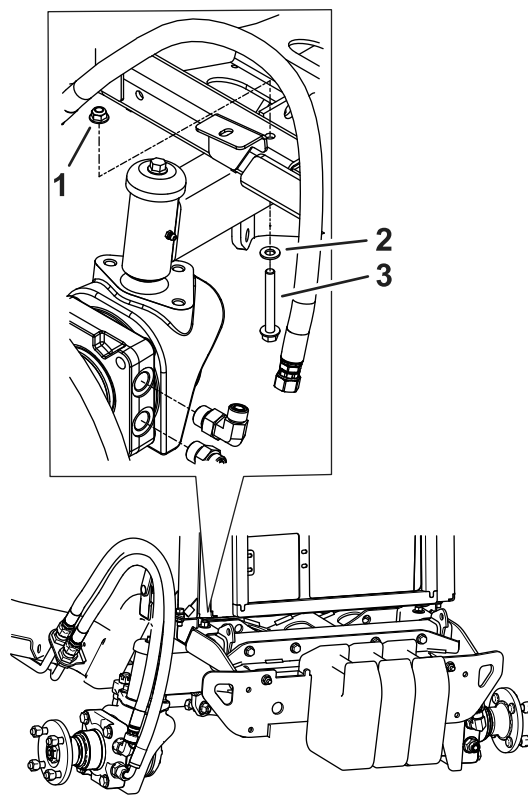

Рисунок 13
- Удалите под радиатором имеющиеся гайку с болтом, которые крепят кронштейн бампера (Рисунок 13).